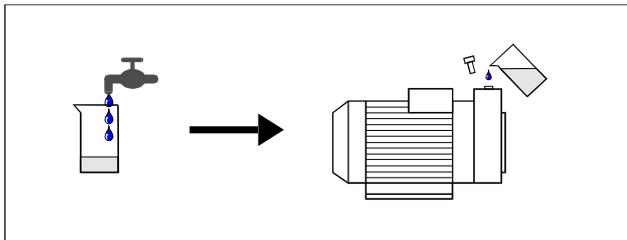

Bild 3: Inbetriebnahme der Pumpe
- die Pumpe muss vor der ersten Inbetriebnahme mit Wasser befüllt werden (Bild 3)